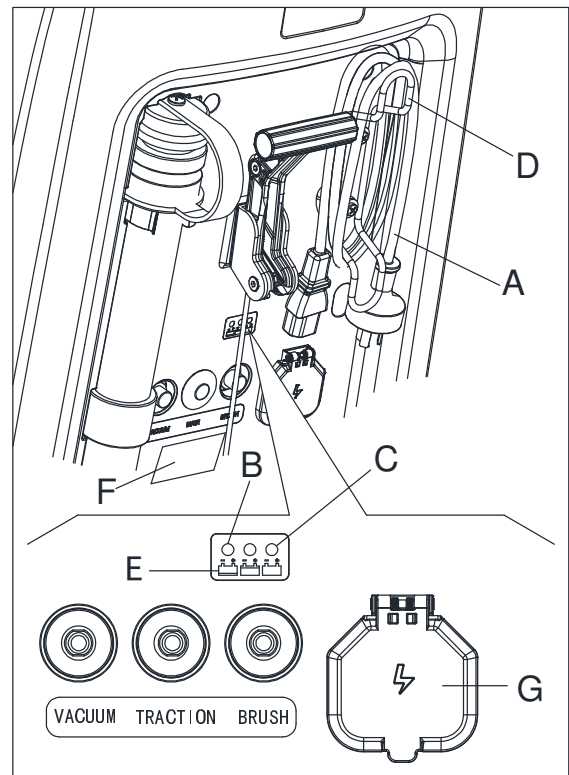

Figure 15
7. Brancher le câble du chargeur de batterie (A, Fig. 15) au réseau électrique (G) (la tension du réseau électrique et la fréquence doivent être compatibles avec les valeurs du chargeur de batterie figurant sur la plaque signalétique portant le numéro de série de la machine (F)). Lorsque le chargeur de batterie est connecté au réseau électrique, toutes les fonctions de la machine sont automatiquement coupées. Si le témoin lumineux rouge (B) sur le panneau de commande du chargeur de batterie reste allumé, le chargeur de batterie est en train de charger les batteries.
8. Lorsque le témoin lumineux vert (C) s'allume, la charge de la batterie est achevée.
9. Lorsque la charge de la batterie est achevée, débrancher le câble du chargeur de batterie (A) du réseau électrique (G) et l'enrouler autour de son support (D).
Pour plus d'informations sur le fonctionnement du chargeur de batterie (E, Fig. 15), voir le Manuel.